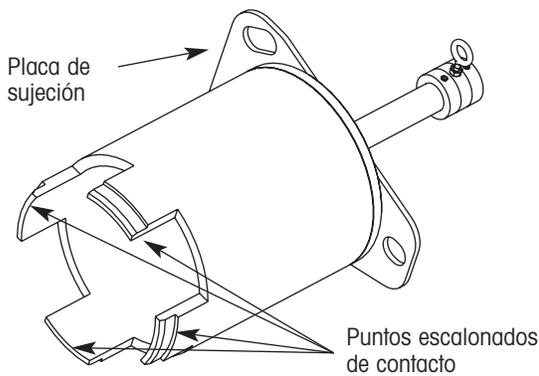

Figura 7. Sub-ensambladura de la extensión de la terminal de la rueda
3. Guíe el sub-ensamble de la extensión de la terminal de la rueda (figura 7) en el rin usando las extensiones de los birlos previamente instaladas como guías. Las extensiones de los birlos deben estar por afuera del sub-ensamble de la extensión de la terminal de la rueda.
6. Apriete a mano y firmemente la tuerca para extensión superior, asegurándose que el sub-ensamble de la extensión de la terminal de la rueda este firmemente asentado en la cara del rin. No debe haber espacios entre el sub-ensamble de la extensión de la terminal de la rueda y la cara del rin en los cuatro puntos escalonados de contacto (figura 7). Apriete a mano y con firmeza las dos tuercas para extensiones inferiores, nuevamente asegúrese que el sub-ensamble de la extensión de la terminal de la rueda este firmemente asentado en la cara del rin y que no haya espacios.